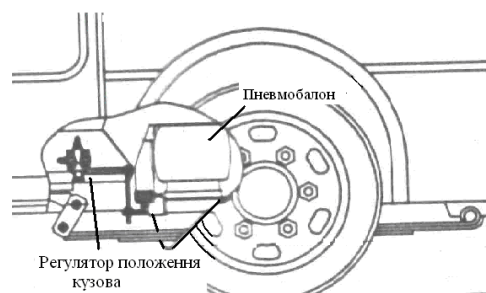
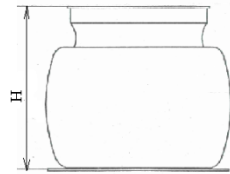
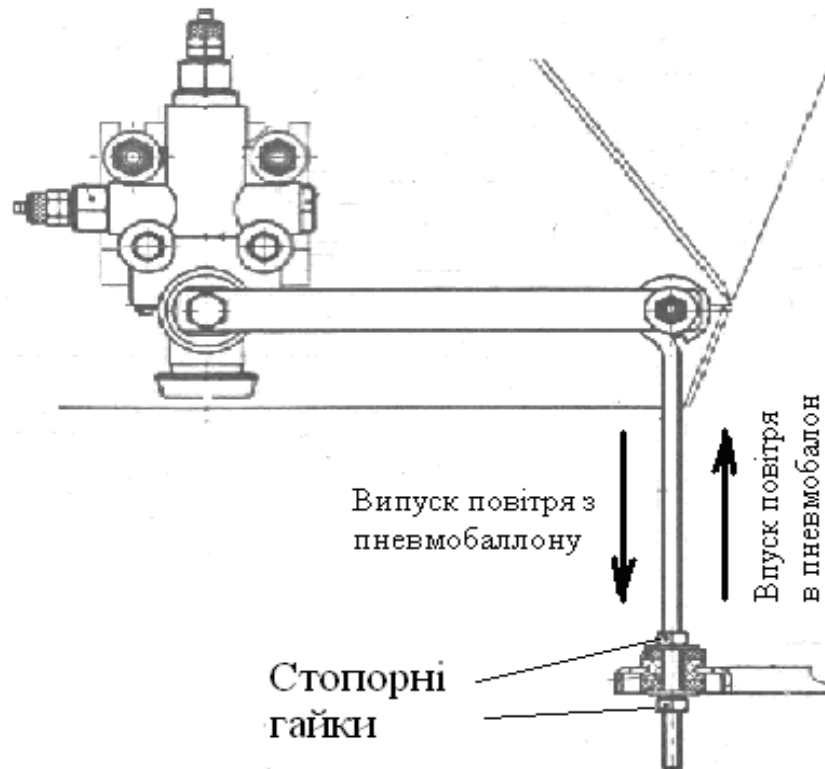

Рисунок 12.11.1 – Пневмобалон і регулятор положення кузова
Рисунок 12.11.2 – Висота пневмобалону
Рисунок 12.11.3 – Впуск і випуск повітря
Регулятор положення кузова (рис.12.11.1) слугує для автоматичного підтримування заданого рівня підлоги автобуса над дорогою. Він забезпечує постійну висоту пневмобалонів (рис.12.11.2) і постійну відстань від кузова до дороги при змінних статичних навантаженнях.
3. Відпустіть стопорні гайки (рис.12.11.3) на важелі регулятора положення кузова.
4. Рухом важеля регулятора вверх або вниз (на впуск або на випуск повітря) (рис.12.11.3), одночасно вимірюючи висоту пневмобалону H (рис.12.11.2), доведіть висоту пневмобалону H до потрібного значення (таблиця 12.11.4).